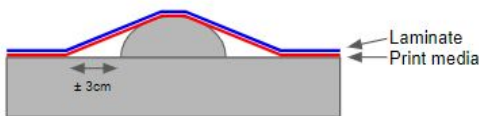

Abbildung 10
- 1) Positionieren Sie die Folie auf der gesamten genieteten Oberfläche; lassen Sie dabei um die Niete herum einen Abstand von ± 3 cm zwischen der Oberfläche und der Niete. *Abbildung 10*